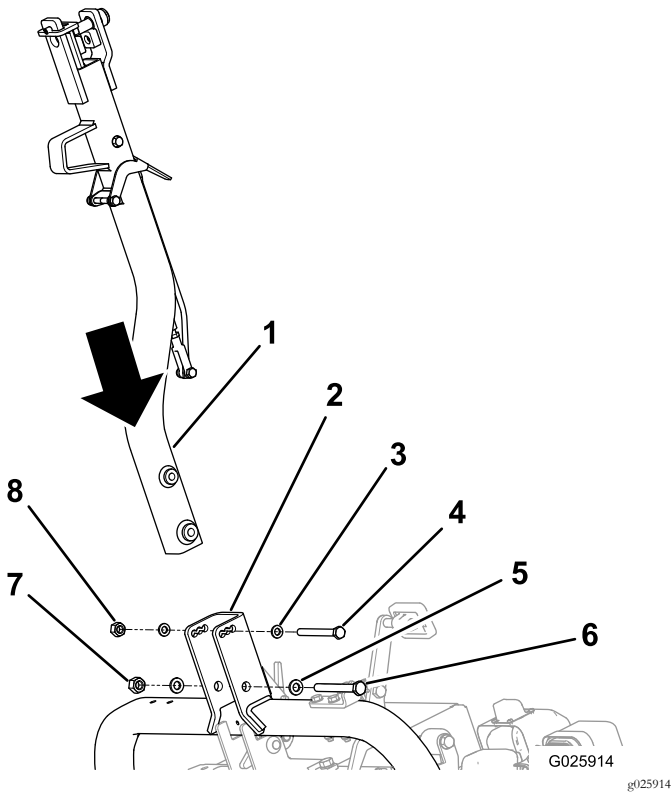

図 5
- ヒッチを、ヒッチピボットブラケットに接続し、適切に固定する(図5を参照)。